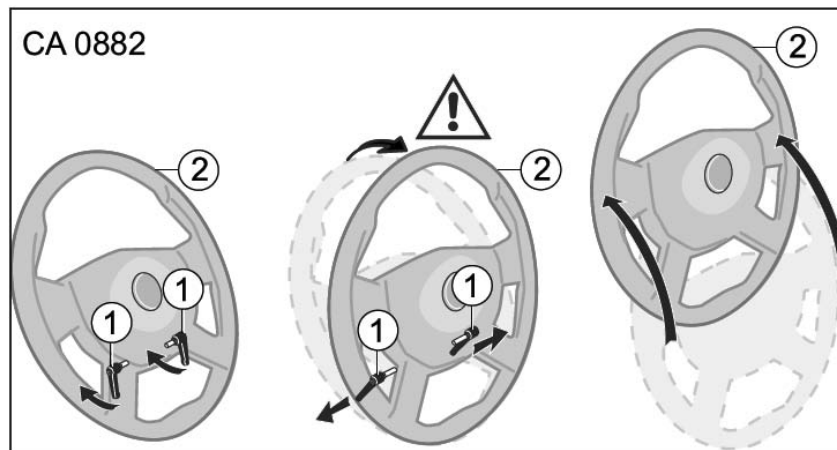

Fig. 87 Pivoter le volant
1. Tourner les deux verrous (Fig. 87/1) simultanément jusqu'en butée dans le sens de conduite.
En position extrême, tirer les deux verrous (Fig. 87/1) simultanément vers l'extérieur. Lors du déverrouillage, le volant (Fig. 87/2) saute légèrement vers l'avant.
2. Saisir le volant déverrouillé (Fig. 87/2) en son milieu et le pivoter vers le haut jusqu'à ce que le volant (Fig. 87/2) encliquette dans le dispositif de fixation. Le volant (Fig. 87/2) est ensuite tenu par une sorte de pince.